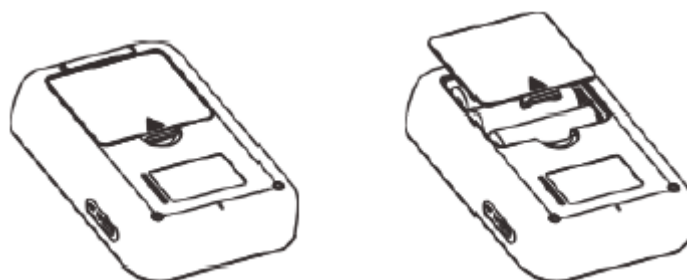

Bild 04
- Tryck på kroken på undersidan av batteriluckan och lyft locket i pilens riktning (Bild 04).